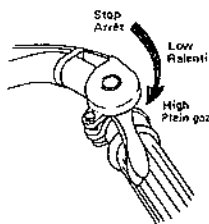

Fig. 3-2
- (2) Relever la manette des gaz à la position moyenne entre LOW et HIGH. (Fig. 3-2)